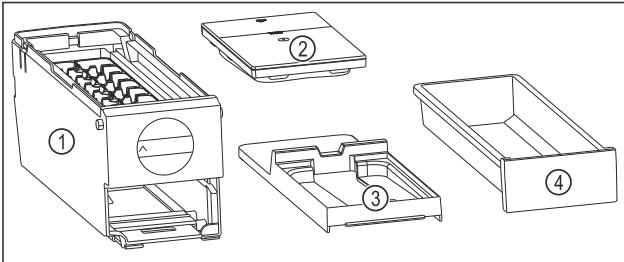

Fig. 85 Súčasti EasyTwist-Ice
- EasyTwist-Ice je rozložený na štyri časti. (pozri Fig. 85)
- Rozložte EasyTwist-Ice len na tie súčasti, ktoré sú na obrázku. (pozri Fig. 85)
- Korpus EasyTwist-Ice Fig. 85 (1) vycistite ako celok.